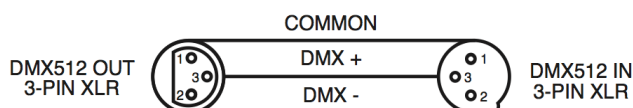

Figure 2
**Remarque :** assurez-vous de suivre les instructions décrites en figures 2 et 3 lors de la fabrication artisanale de vos câbles. N'utilisez pas la prise de terre de votre connecteur XLR. Ne reliez pas le blindage du connecteur de votre câble à la prise de terre et ne permettez pas au blindage du conducteur d'entrer en contact avec le boîtier externe du XLR. Reliez le blindage à la terre pourrait entraîner un court-circuit et un fonctionnement erratique.